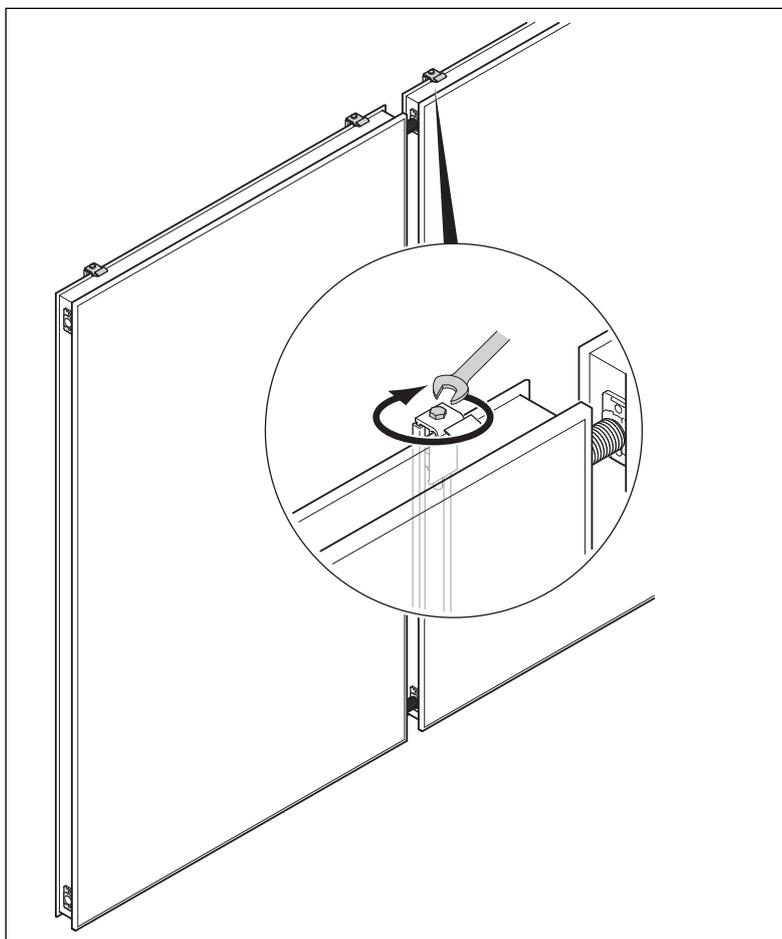

Рис. 5.11 Привинчивание предохранительных скоб
- ▶ Устанавливайте настенные шины второго коллектора на расстоянии 35 мм от нижнего края верхнего коллектора (→ рис. 5.11).